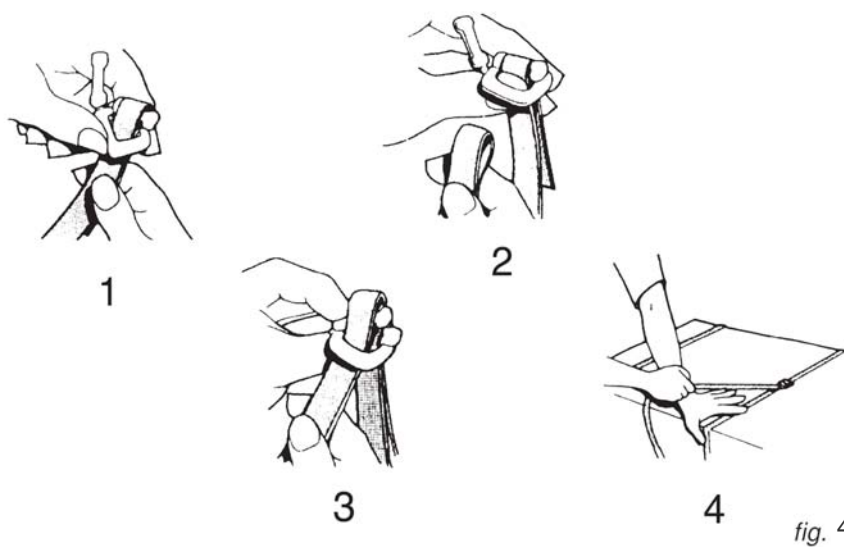

fig. 4
2. montera och justera de fyra ställbar fötterna, C fig.4